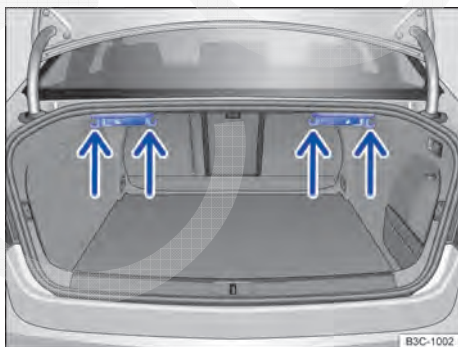

Fig. 109 No compartimento de bagagem: ganchos para sacolas (setas).
- Pendurar sacolas em um dos ganchos para sacolas \Rightarrow Fig. 109 (seta).